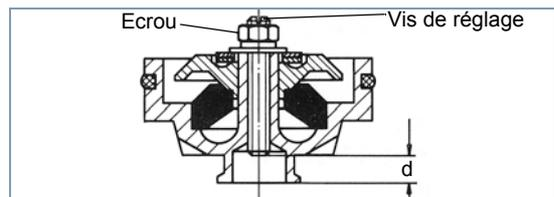

Fig. 4 Dimension d (Appareil avec un ressort caoutchouc)
- Réglez la dimension $d = C + 0,8$ mm du piston complet en tournant la vis de réglage (voir fig. 4.).
- Bloquez la vis de réglage en serrant l'écrou (voir fig. 4).